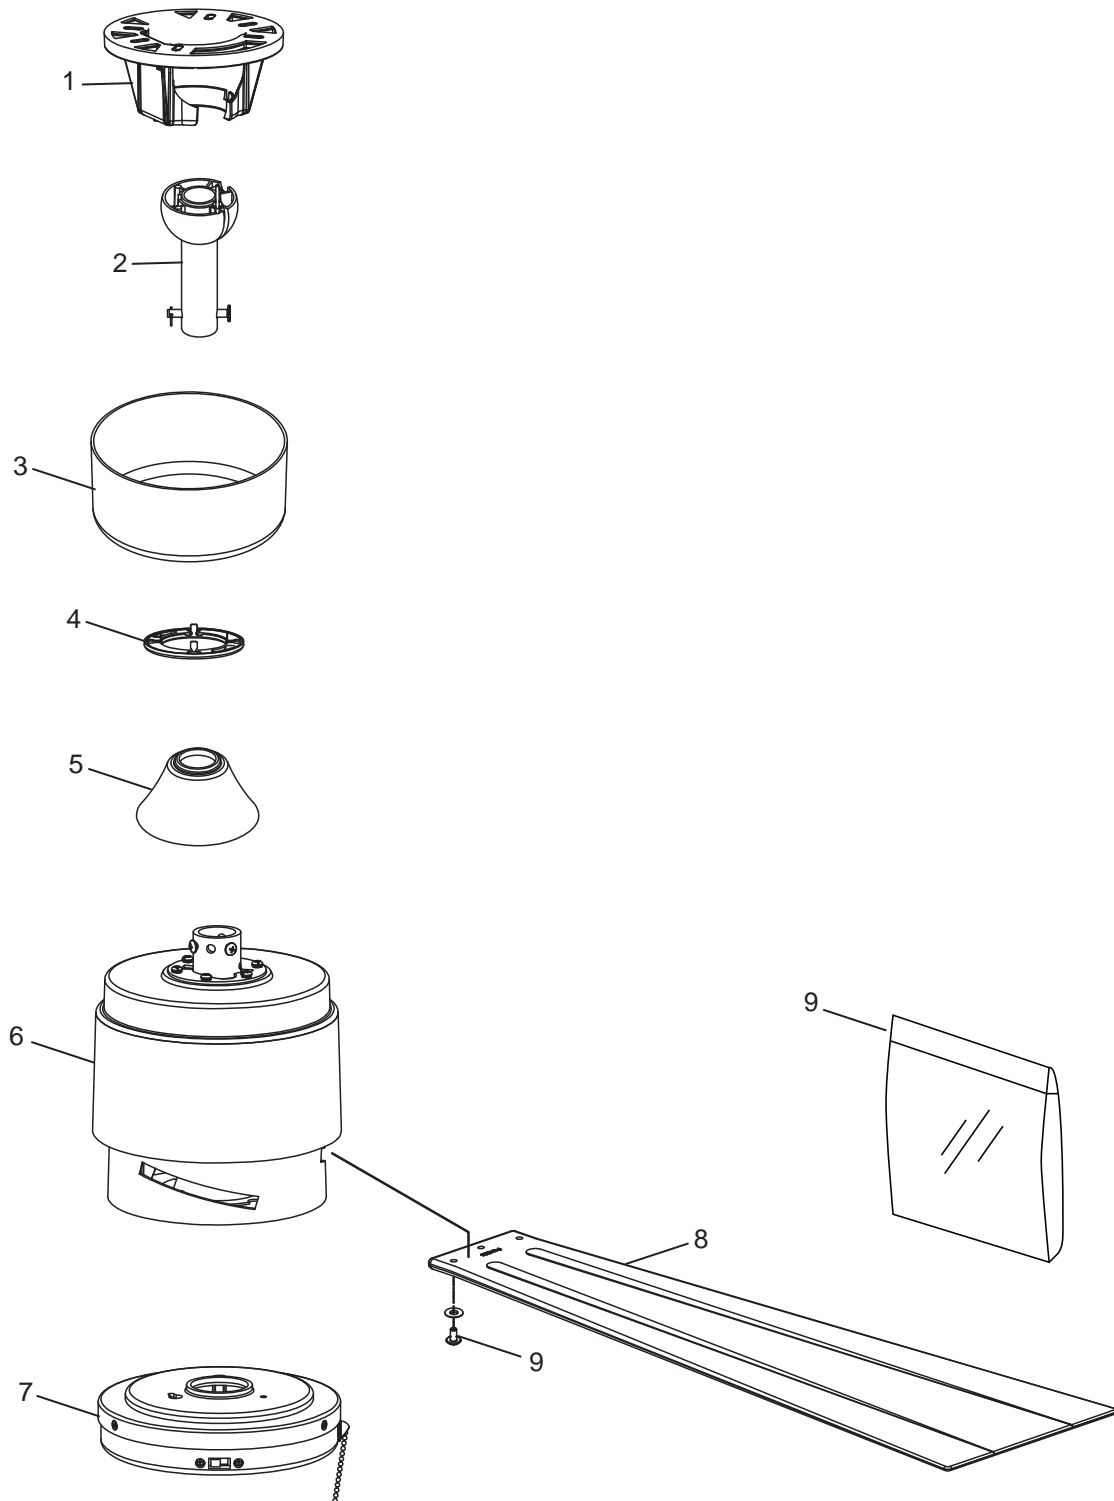

Figura 1
2. Conecte el cable blanco del motor del ventilador al cable de suministro blanco (neutro) con el conector de cables suministrado. Conecte el cable negro del motor del ventilador y el cable azul al cable de suministro negro con el conector de cables suministrado (Figura 1).